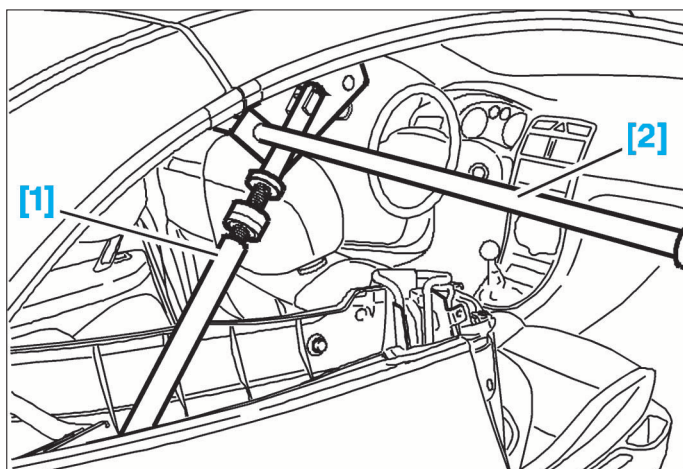

FIG. 83
- Mettre en place et ajuster les outils [1] et [2] (Fig.83).